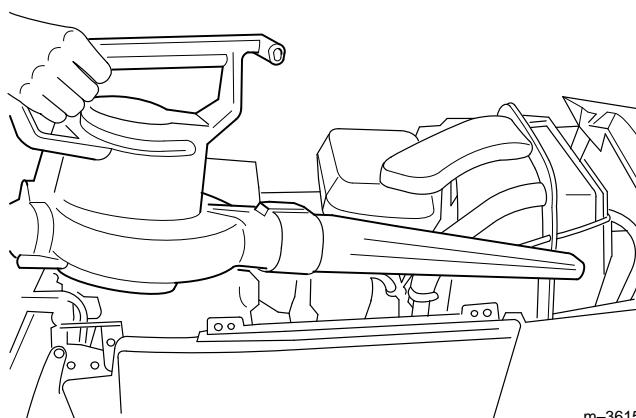

Figure 9
**Important: Mieux vaut enlever les débris à l'air comprimé (Fig. 9), plutôt qu'à l'eau. En cas de lavage à l'eau, ne pas mouiller les pièces électriques.**